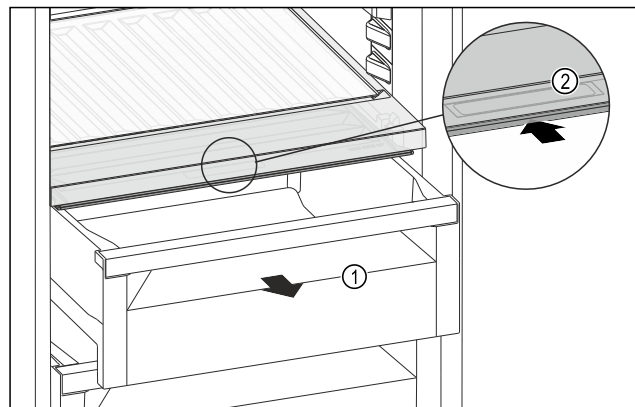

Fig. 147
- ▶ Schubfach Fig. 147 (1) herausziehen.
- ▶ Griffmulde Fig. 147 (2) am Fachdeckel anfassen und Fachdeckel gleichzeitig nach hinten schieben.